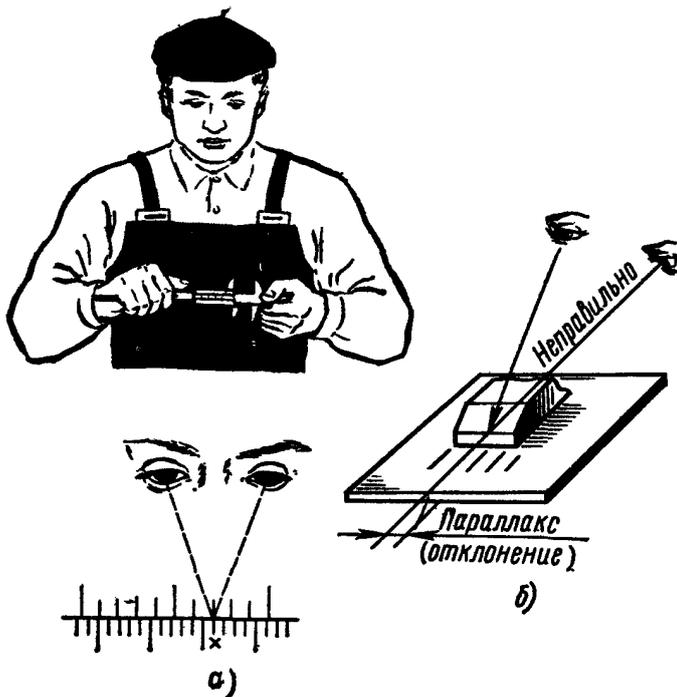

Рис. 5.Чтение показаний штангенциркуля
-при чтении показаний штангенциркуль держать прямо перед глазами (рис. 5,а). Если смотреть на показания с боку (рис. 5, б), то это приведет к искажению и, следовательно, к неправильным результатам измерений. Для предупреждения искажений поверхность, на которой нанесена шкала нониуса, имеет скос для того, чтобы приблизить шкалу нониуса к основной шкале на штанге;